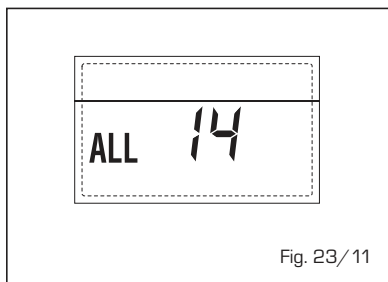

Fig. 23/11
- **ANOMALÍA DEL VENTILADOR "ALL 15" (fig. 23/12)**